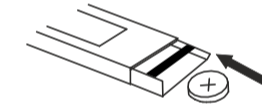

Рисунок 5.
4. Извлеките старую батарею при помощи заостренного предмета. Утилизируйте использованную батарею в соответствии с требованиями. Вставьте новую батарею 1.5V DC типа: таблетка LR41 или SR41, UCC392, или эквивалент. Убедитесь, что батарейка вставлена знаком «+» вверх (см. рис. 5).